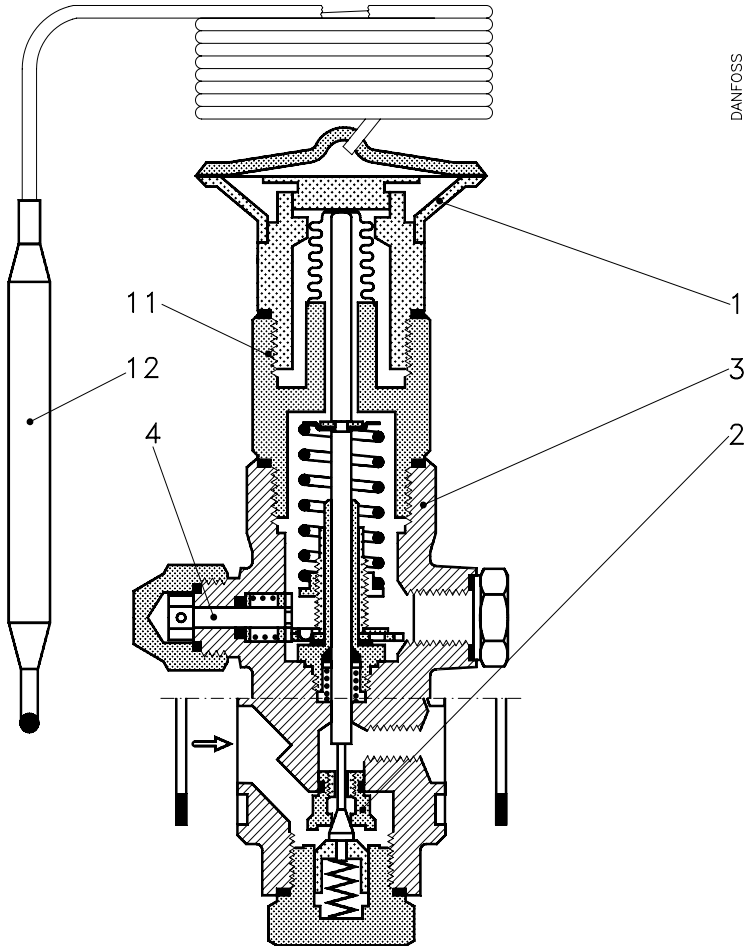

Fig. 1
TEAT monteres med gennemstrømning i pilens retning (fig. 1).
Drejning af reguleringsspindelen (fig. 1, pos. 4) venstre om (mod uret) giver større afkøling af tryk-røret- og omvendt. En omdrejning af regule-ringsspindelen (fig. 1, pos. 4) giver en temperatur-ændring på ca. 2°C.
Type TEAT is fitted with flow in the direction of the arrow (fig. 1).
Turning the regulating spindle (fig. 1, pos. 4) anticlockwise gives greater cooling of the discharge line and vice-versa. One turn of the regulating spindle (fig. 1, pos. 4) gives a temperature change of approx. 2°C.
TEAT ist mit dem Durchfluß in Pfeilrichtung zu montieren (Abb. 1).
Dreht man die Regelspindel nach links (im entgegengesetzten Uhrzeigersinn) ergibt sich eine grössere Abkühlung des Druckrohres - und umgekehrt. Eine volle Umdrehung der Regel-spindel (Abb. 1, Pos. 4) ergibt eine Temperaturänderung um ca. 2°C.